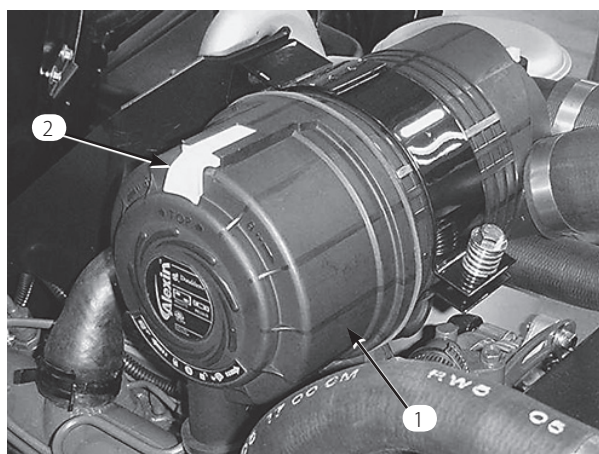

図 42
1. エア・クリーナのカバーをボディーに固定しているラッチを外す(図42)。